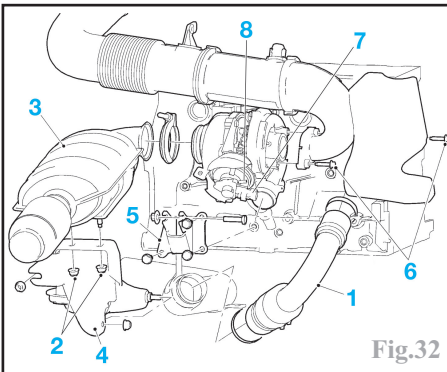

Fig.32
-le tuyau de sortie de turbocompresseur (1) (Fig.32).
-les écrous de fixation du catalyseur (2).
-le catalyseur (3).
-la patte de support du catalyseur (4).
-les vis de fixation du support (5) du turbo.
-les vis de fixation du tuyau d'admission du turbocompresseur (6).